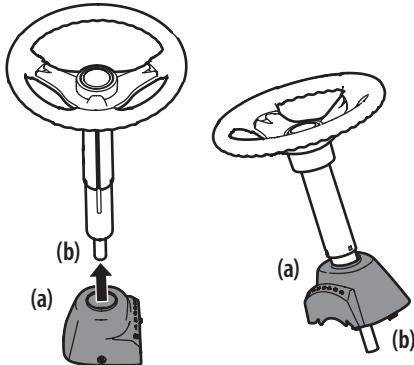

Figure 2
- Faites glisser le capuchon sur la colonne de direction de façon que, lorsque l'arbre de direction est installé sur la tondeuse à siège, le capuchon se présente comme ci-dessous. Voir la Figure 2.